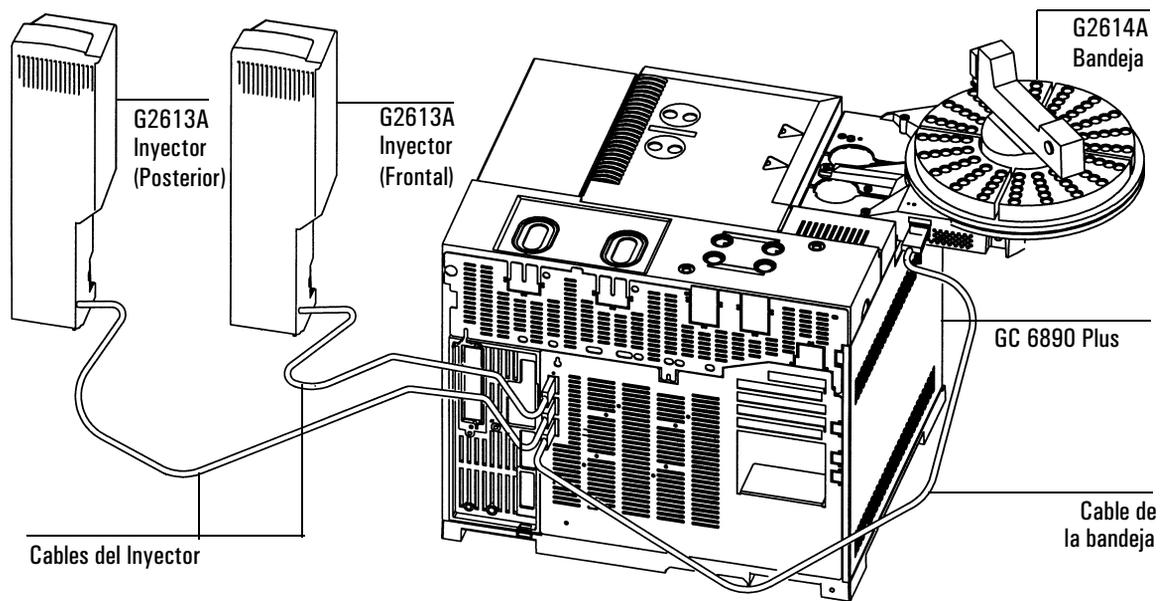
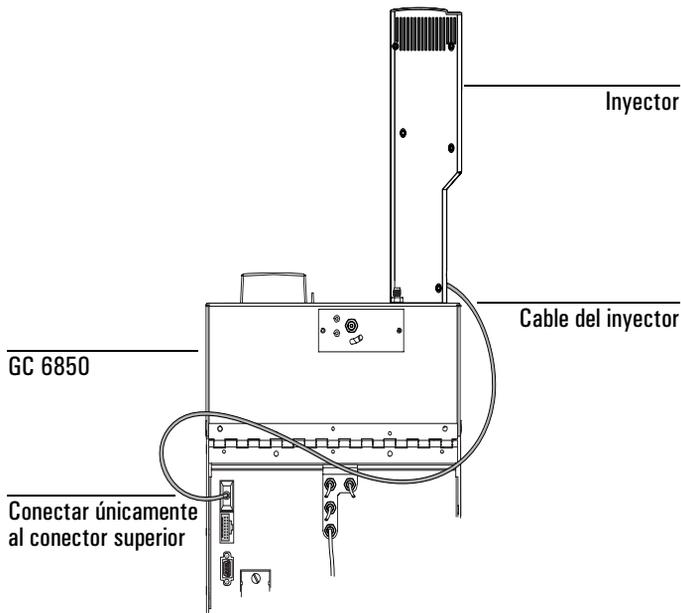

Figura 7 Cableado de Inyector Automático de Líquidos 7683 para el 6890 Plus
Figura 8 Cableado del Inyector Automático de Líquidos 7683 para el 6850
1. Conectar el inyector/es al GC. Utilizar el cable de la bandeja, Referencia G2614-60610, para conectar la bandeja en el GC. Ver la Figura 7 o la Figura 8.